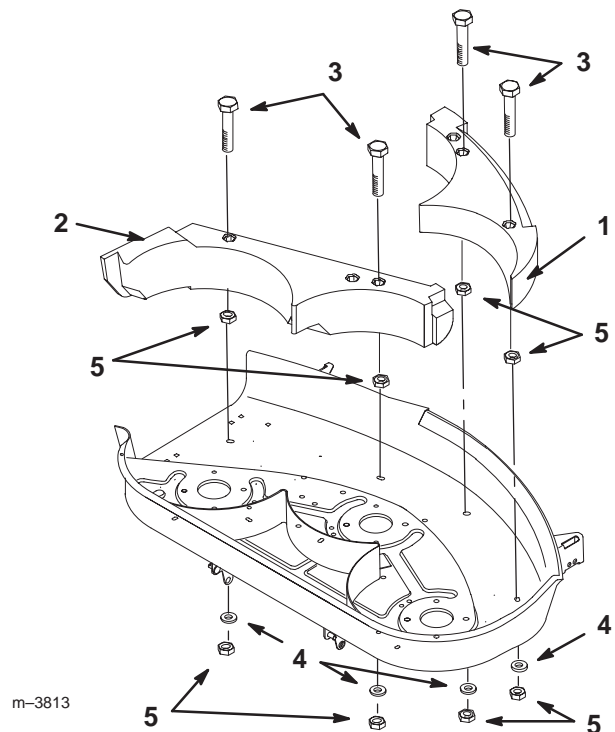

Bild 14
2. Legen Sie das linke und rechte Ablenkblech so in die Schneidkammer, dass die verlängerten Ansätze ineinander greifen. Sichern Sie sie mit 4 Sicherungsmuttern (5/16") und 4 Sicherungsscheiben (Bild 14).